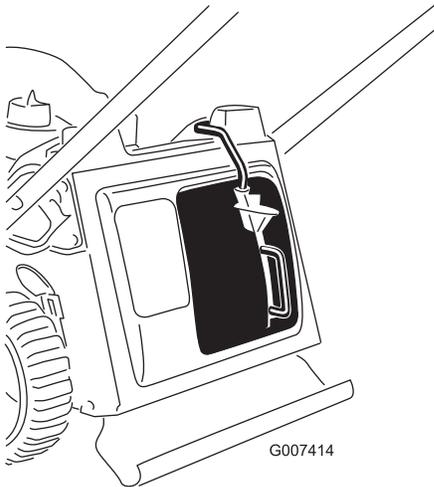

Figura 11
3. Togliete il pollice dal pulsante sulla leva e assicuratevi che la parte superiore della leva sia inserita completamente nella scanalatura (Figura 11). Se la parte superiore della leva non è inserita nella scanalatura, il tosaerba non si avvia.